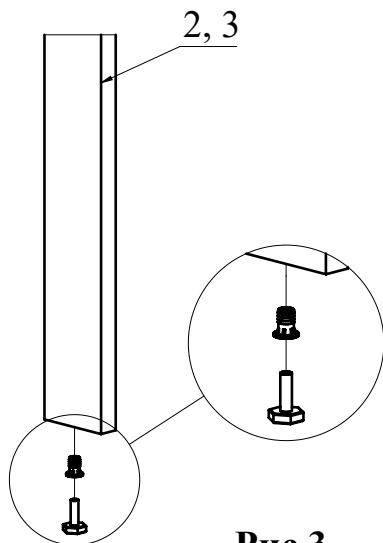

Рис.3
3. В торцы деталей 2, 3 установите муфту забивную для опоры. В муфту забивную вкрутите опору регулируемую (Рис. 3).